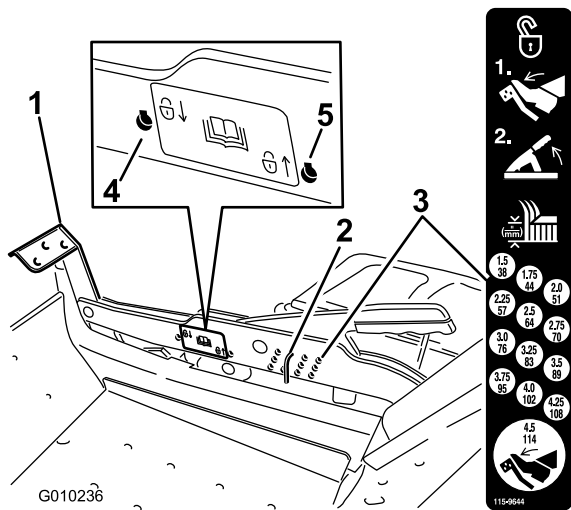

Figure 24
1. Appuyez sur la pédale de relevage du tablier avec le pied et relevez le tablier en position de transport (qui est aussi la position de hauteur de coupe de 114 mm [4-1/2"]) (Figure 24).
2. Pour changer la hauteur de coupe, retirez l'axe du support de hauteur de coupe (Figure 24).
3. Placez l'axe dans le trou du système de hauteur de coupe correspondant à la hauteur de coupe voulue (Figure 24).
1. Appuyez sur la pédale de relevage du tablier avec le pied et relevez le tablier en position de transport (qui est aussi la position de hauteur de coupe de 114 mm [4,5"]) (Figure 24).
2. Retirez l'axe du support de hauteur de coupe (Figure 24).
3. Sélectionnez un trou sur l'autocollant de verrouillage et insérez l'axe (Figure 24).